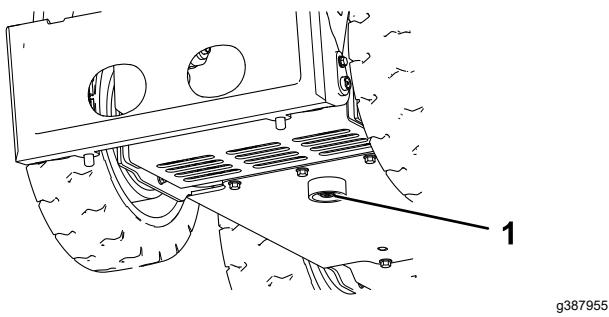

Bild 43
1. Schraube (2) 2. Lüfterhaube
6. Entfernen Sie die Ablassschraube von der Unterseite des Hydraulikölbehälters und lassen Sie das Öl vollständig ablaufen (Bild 43).